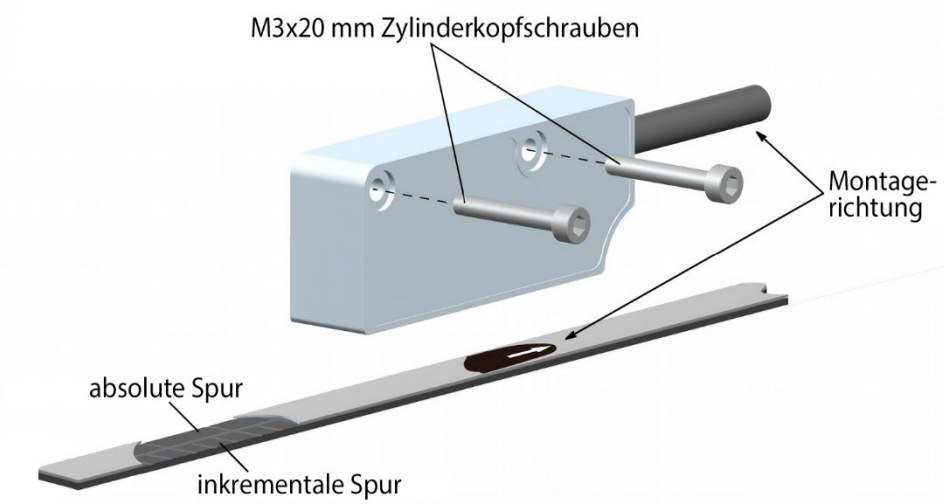

Abbildung 1
- Die Positionsinformation nimmt zu, wenn sich der Sensor, wie durch den Pfeil in Abbildung 1 angezeigt, bewegt, beginnend mit einem Minimalwert bis hin zu einem Maximalwert. Die Min- und Max-Werte hängen von dem spezifischen Magnetband ab, das in Ihrer Anwendung installiert ist.